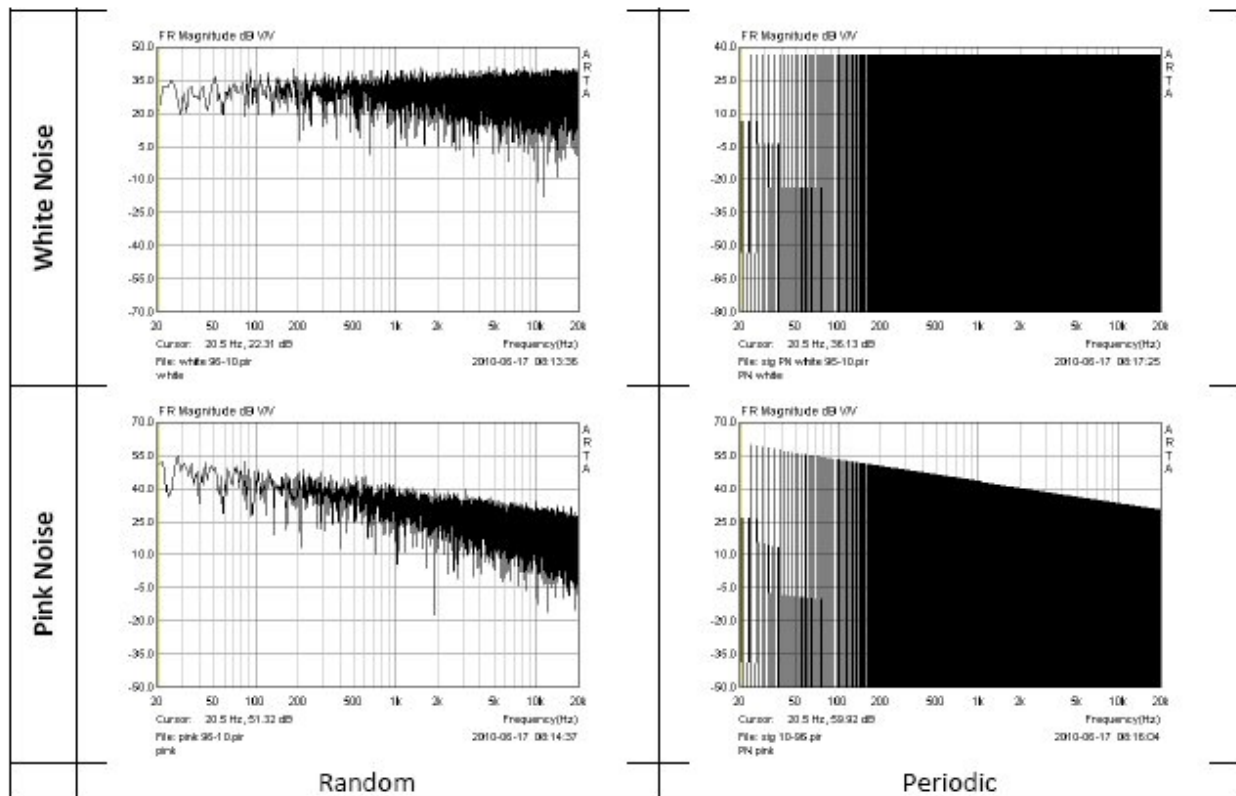

Figure 6.2.2 Difference between random and periodic noise.
Le successive illustrazioni mostrano altri segnali (figure 6.2.2 e 6.2.3). Per ulteriori dettagli, vedere Il manuale ARTA e Mateljan & Ugrinović (5).